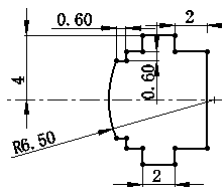

图 15.3.42 横断面草图
② 定义横断面草图。在草图环境中绘制图 15.3.42 所示的横断面草图。
③ 选择下拉菜单 **插入(I)** → **退出草图** 命令，退出草图环境，此时系统自动生成薄片 1。